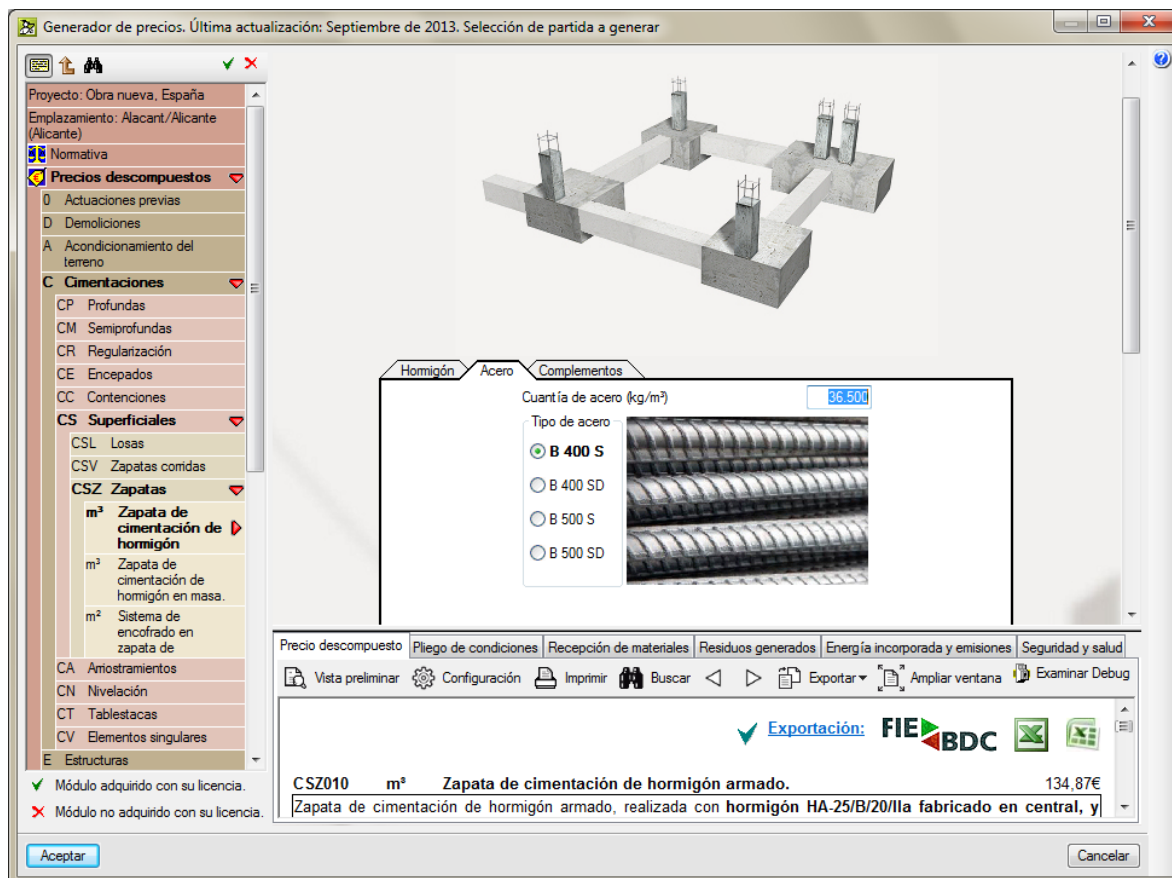

Fig. 4.59
- **CSZ010** Zapata de cimentación de hormigón armado, realizada con hormigón HA-25/B/20/IIa fabricado en central, y vertido con cubilote, y acero UNE-EN 10080 B 400 S, **cuantía 36,5 kg/m³**. Fig. 4.59.